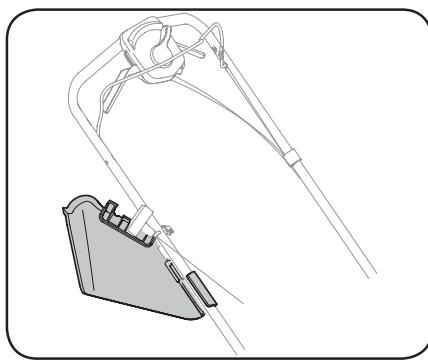

Figura 2-9
- Cuando no está en uso, puede sujetar la tolva de descarga lateral a la manija como se muestra en la Figura 2-9.